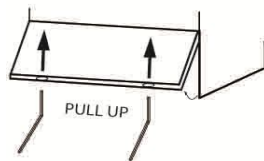

Fig.8
- 1- Tirer le panneau frontal avec un outil vers l'extérieur, après l'avoir introduit dans les trous au dessous. Pour les modèles à capot dévisser les vis positionnées dans la partie inférieure du panneau. (Fig.8)
Le réglage du doseur s'effectue par la vis accessible avec le déplacement du panneau frontal sous la portière de la cuve. (voir Fig.8)